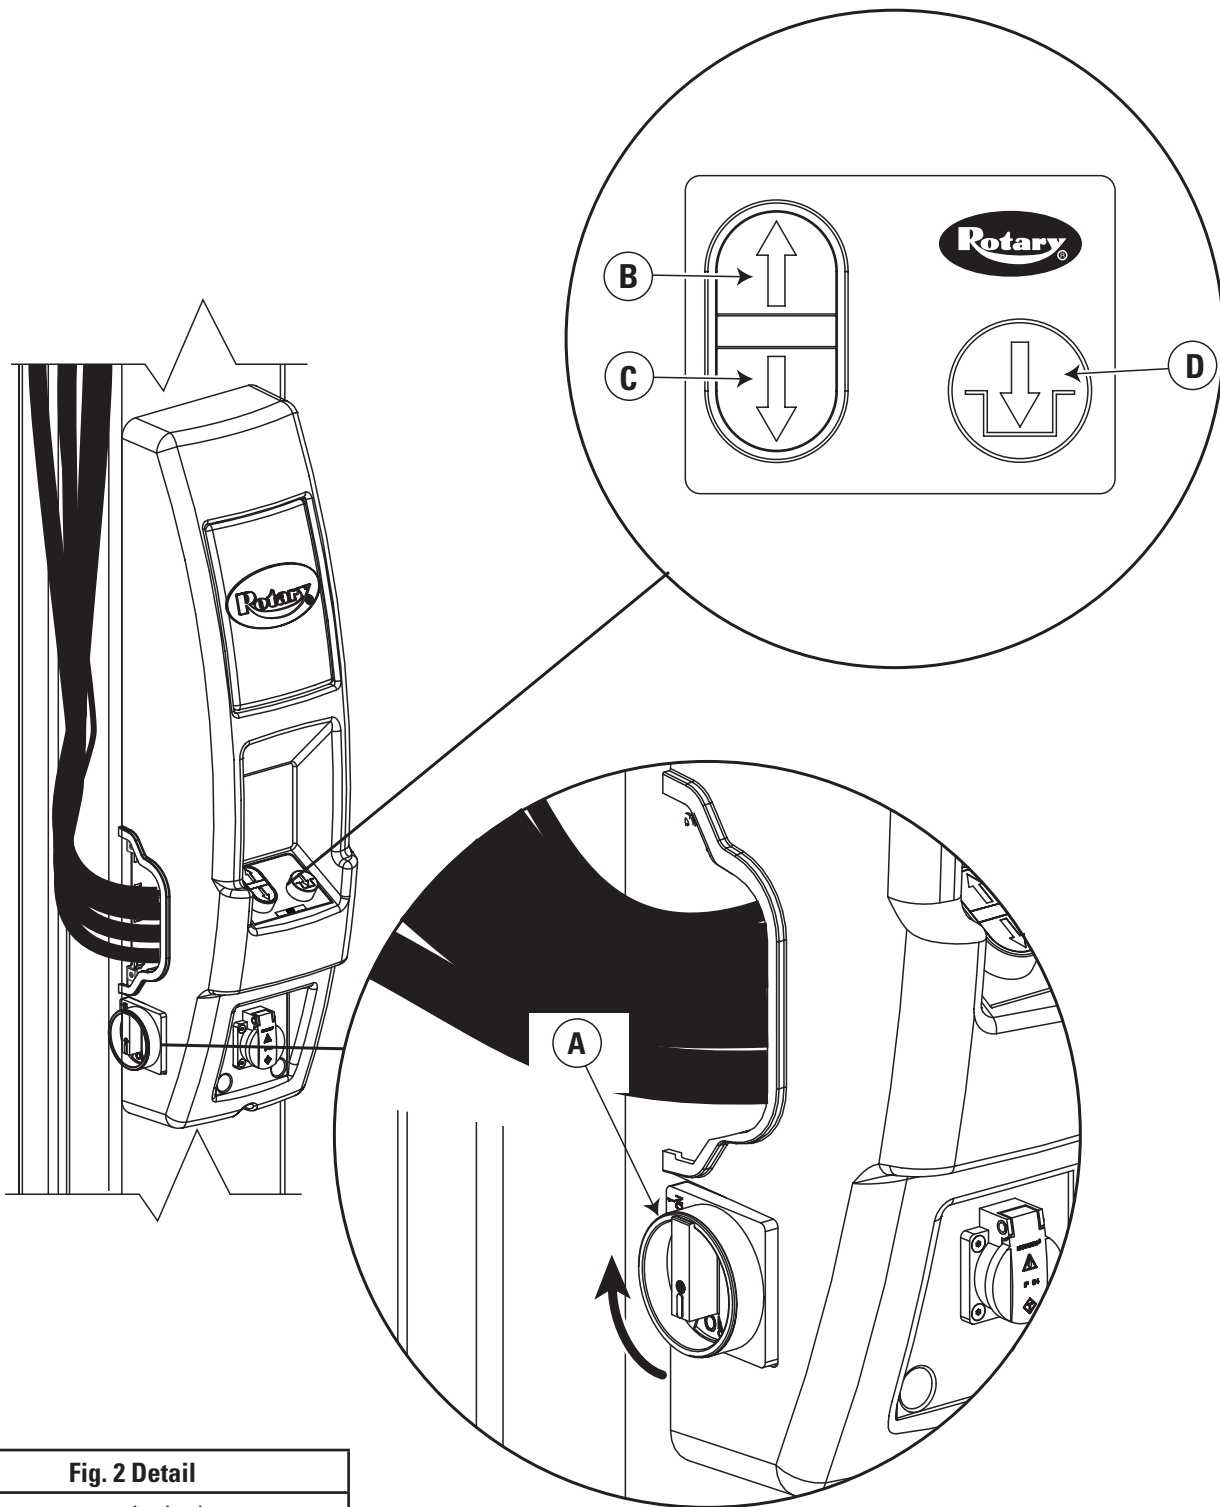

Fig. 2 Detail
Pour les ponts élévateurs de la série E, positionner les deux interrupteurs d'arrêt d'urgence sur « ON », fig. 2.
- Pour les ponts élévateurs de la série E: Appuyer  sur le pupitre de commande, fig. 2.